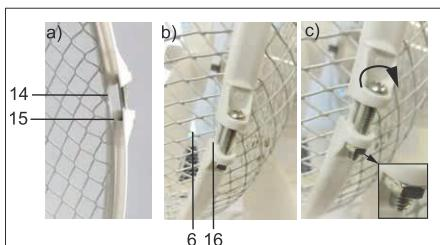

Fig.41: Montaggio griglia di protezione anteriore
9. Riunire il nastro di fissaggio (7) alle estremità.
10. Inserire la vite a croce con testa bombata (8 a) attraverso i due occhielli (15) e fissarla con il dado (8 b). *La vite con testa a croce deve essere avvitata solo in minima parte e deve minimal eingedreht sein und bündig mit der terminare a filo con il dado.*
11. Avvitare l'anello risultante sul bordo della griglia di protezione posteriore (14). *Il bordo della griglia di protezione deve trovarsi nella scanalatura posteriore (15) del nastro di fissaggio. Vedere Fig. 41 a).*
12. Inserire la griglia di protezione anteriore (6) nella scanalatura anteriore (16) del nastro di fissaggio. Vedere Fig. 41 b).
13. Avvitare ulteriormente in senso orario la vite con testa a croce utilizzando un cacciavite apposito. Vedere Fig. 41 c).